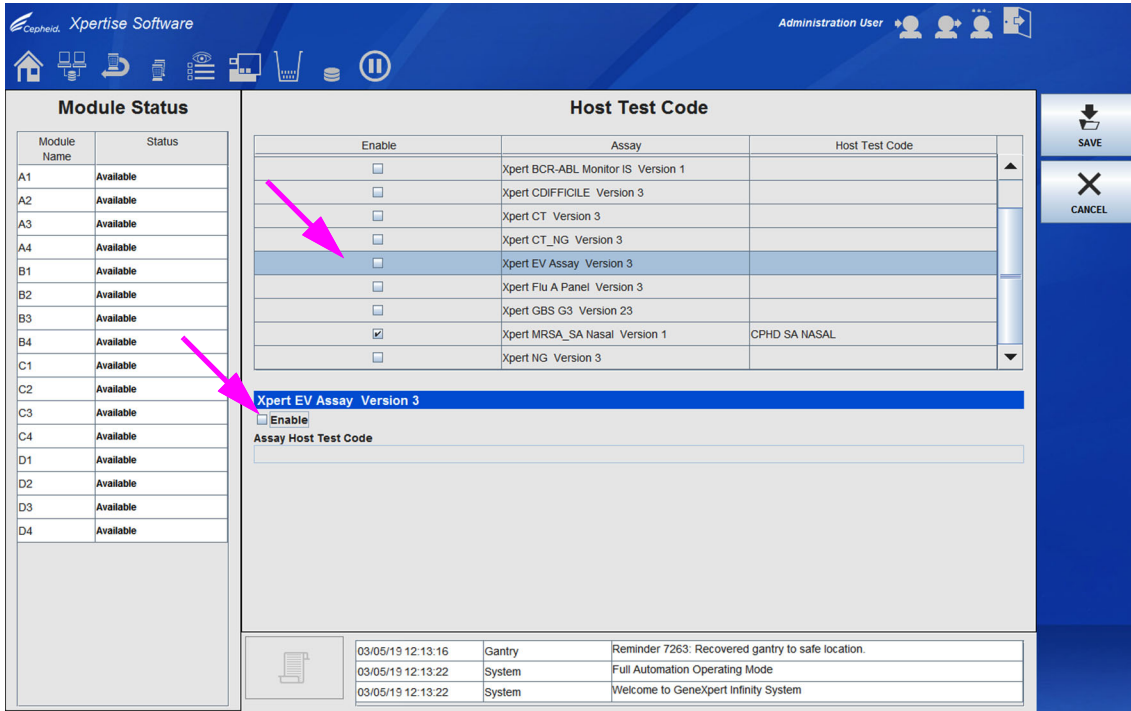

図 2-36. ホストテストコードワークスペース - 単一結果アッセイ
2. **有効にする (Enable)** チェックボックス (図 2-36 を参照) を選択すると、定義されたアッセイテストコードを使用して、ホストがテストオーダーをダウンロードし、Infinity システムが結果をホストにアップロードできるようになります。